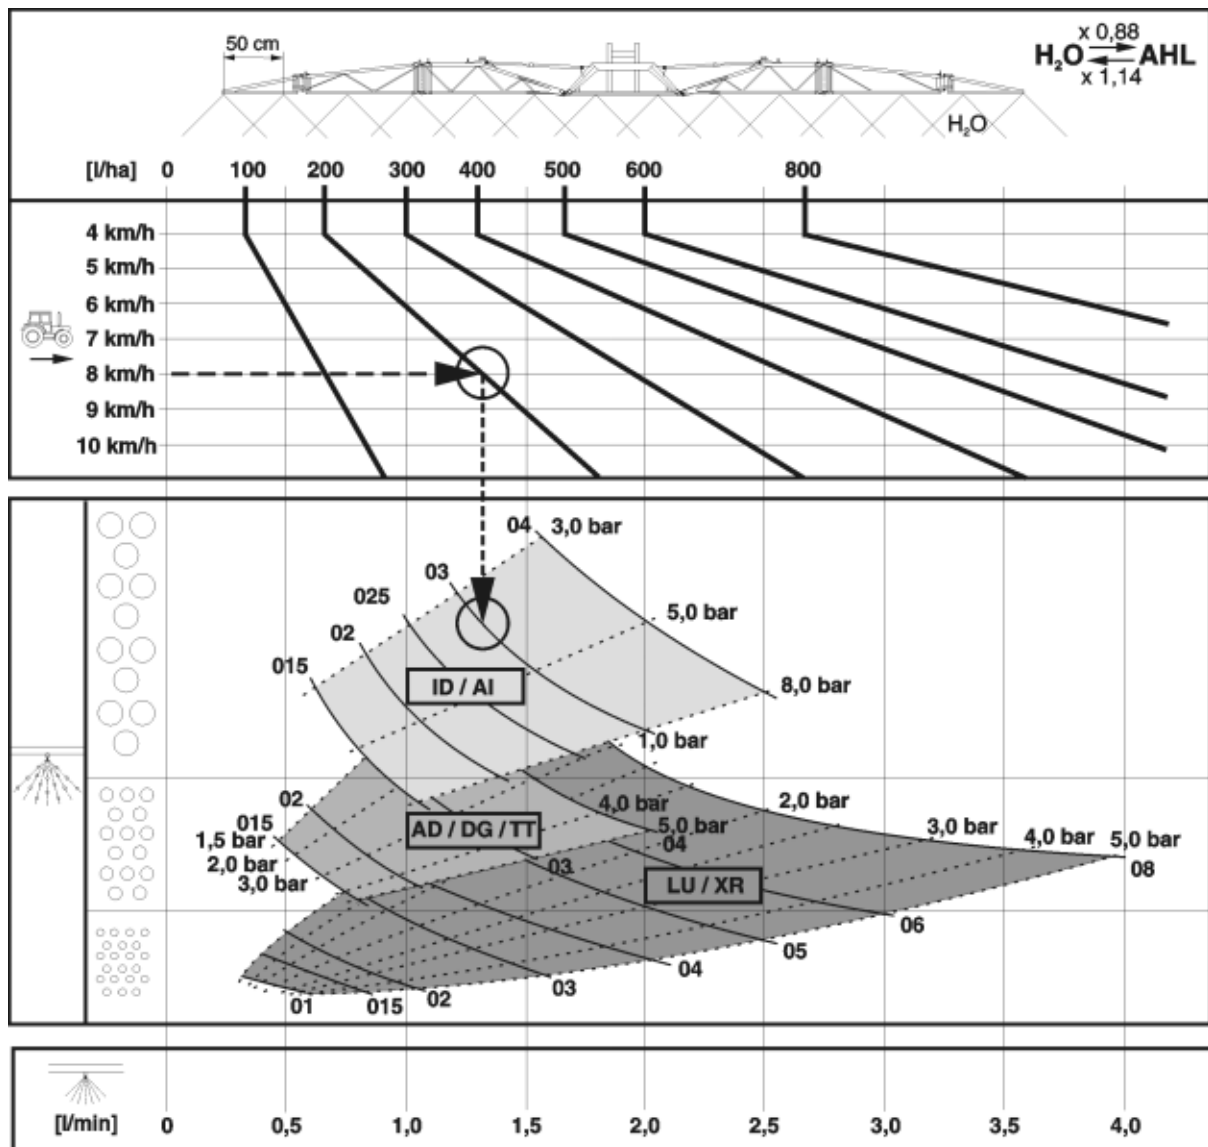

Fig. 134
- Fig. 134 brukes til å finne en egnet dysetype. Dysetypen bestemmes ut fra